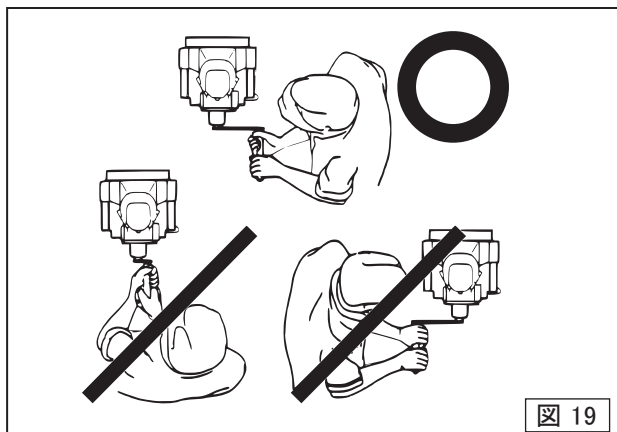

図 19
7. クランクハンドルを回す時の正しい位置を確認してください。(図19)